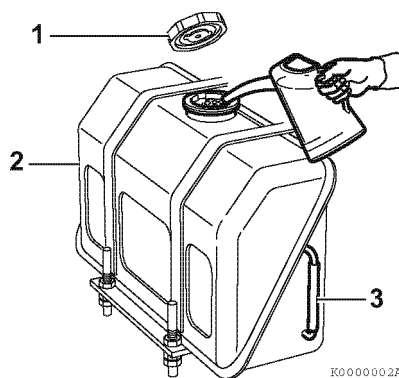

Рисунок 1
1. Очистите область вокруг крышки топливного бака (**Рисунок 1, (1)**).
2. Снимите крышку с топливного бака (**Рисунок 1, (2)**).
3. Следите за визуальным указателем уровня топлива (**Рисунок 1, (3)**) и прекращайте заправку, когда указатель показывает, что топливный бак полон. Никогда не переполняйте топливный бак.
4. Установите крышку топливного бака (**Рисунок 1, (1)**) на место и затяните ее рукой. При чрезмерно сильной затяжке крышка топливного бака может повредиться.